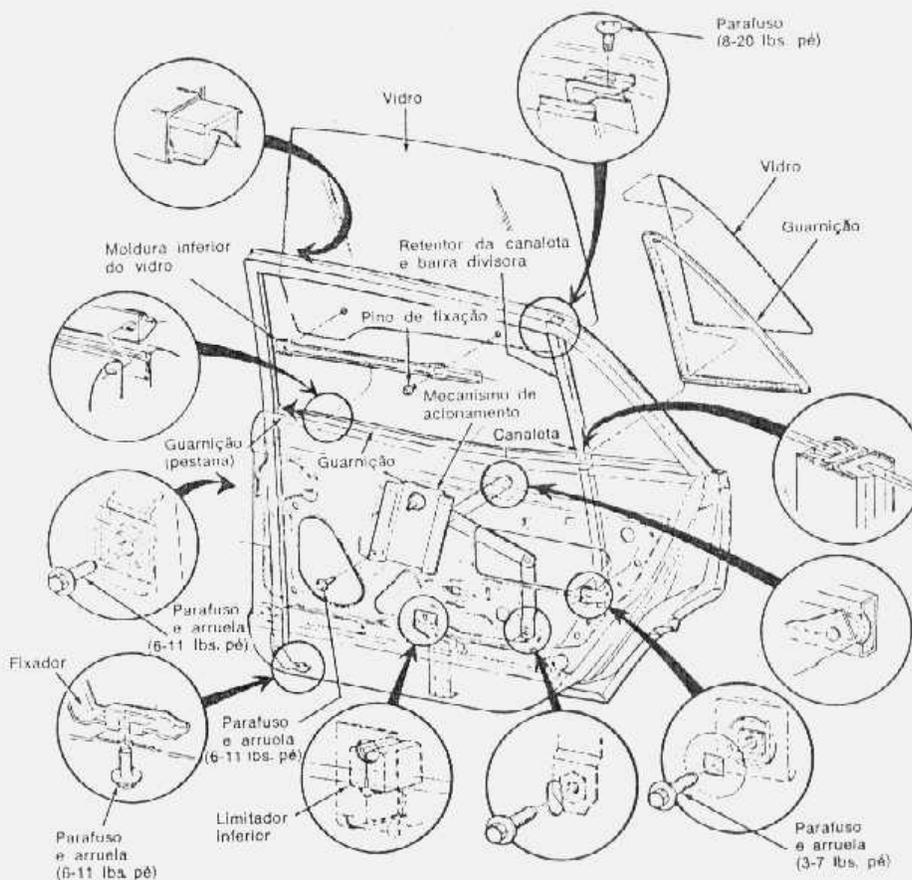

fig. 8 — mecanismo da janela da porta traseira
2. Retirar os parafusos superior e inferior do retentor dianteiro da canaleta (fig. 8) e retirar o retentor da canaleta colocando-o sobre o fundo da porta.
8. Retirar os pinos de fixação dianteiro e traseiro empurrando o pino central com um punção pequeno (fig. 8). Segurar o vidro e separar a bucha do pino de fixação do vidro e da sua moldura inferior, com uma chave de fenda, por trás da flange da bucha.
- Retirar os parafusos do retentor dianteiro da canaleta (fig. 8) e removê-la.
- Mover o retentor traseiro da canaleta e a barra de divisão até o posição e instalar o parafuso superior (fig. 8).